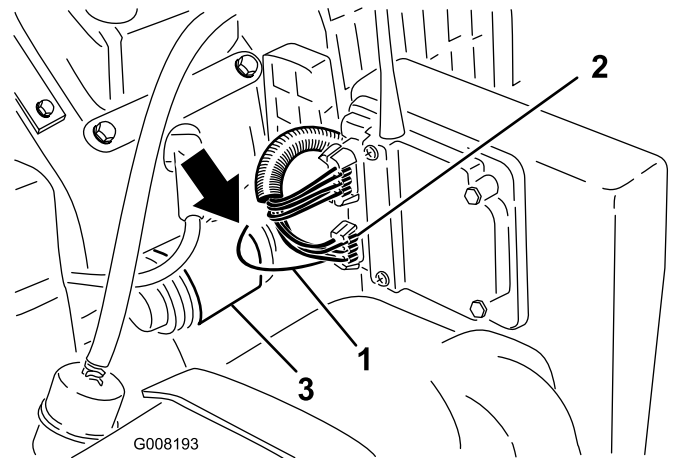

Figura 21
- Localize o fio amarelo com uma lista preta que se encontra na tubagem da cablagem que parte do conector de 6 pinos no receptor (Figura 21). Retire o fio da tubagem.